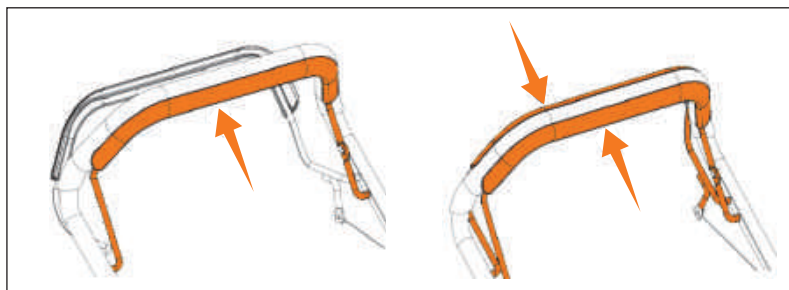

Рис. 15
- Прижмите скобу включения зажигания к рукоятке и держите её нажатой (Рис. 15).
- Дайте двигателю прогреться некоторое время и приступайте к кошению, для этого прижмите скобу включения привода движения к верхней рукоятке (Рис. 15).